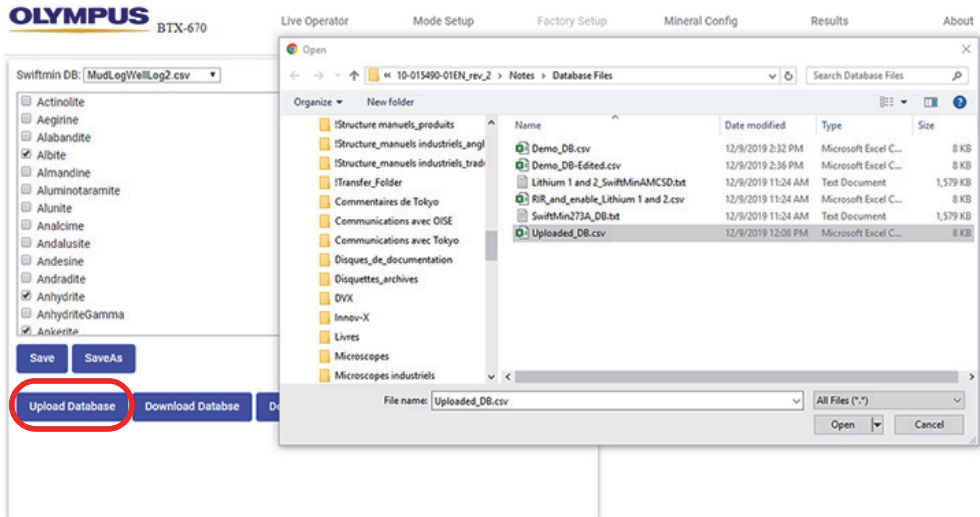

Figura 5-9 Carregar banco de dados
1. Clique em **Upload Database** para abrir uma janela do explorador de arquivos (veja Figura 5-9 na página 69).